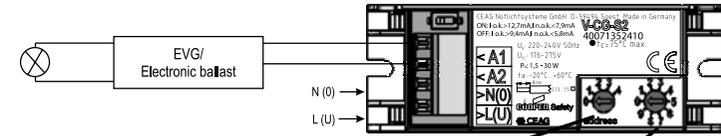

Bild 1/Fig. 1
Die Netzverbindung ist an den Klemmen L(U), N(0), die Zuleitung zur angeschlossenen Leuchte an den Klemmen A1, A2, herzustellen (Bild 1).
The mains connection has to be set to terminals L(U) and N(0), for luminaire connections terminals A1- A2 have to be used (Fig 1).